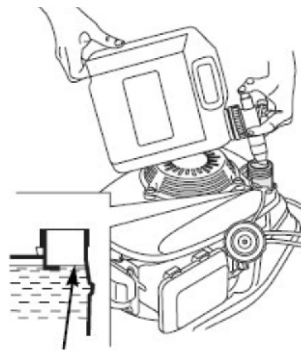

Рис. 12
- Залейте топливо по нижнему краю горловины бака (рис. 12). Не переливайте топливо. В случае если топливо пролито, протрите немедленно.